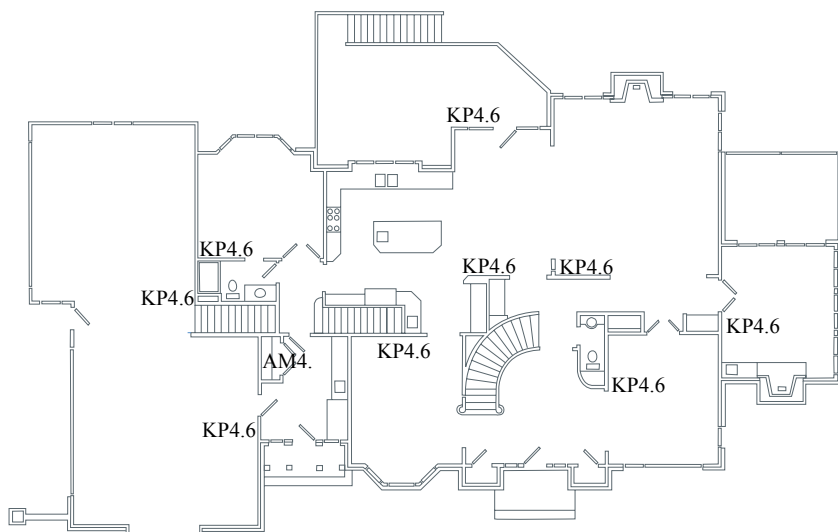

Fig. 1
1. AM4.6 og anlægget placeres et praktisk sted med tilstrækkelig ventilation, f.eks. skab, teknikrum, møbel eller lignende. Fig. 1.
Hver zone kontrolleres fra et KP4.6 vægmodul. De bør placeres et tilgængeligt sted i hver zone. Fig. 1.